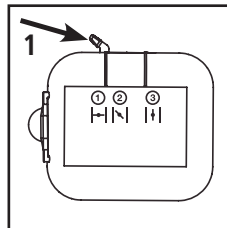

Fig. 13
2. Mova a alavanca do afogador para a Posição "1", (Fig. 13).